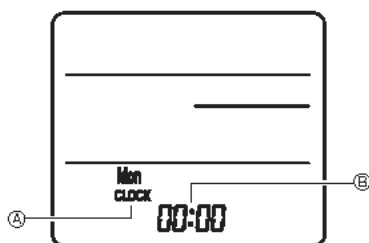

Fig. 7-8
- Pilot zdalnego sterowania: ① Ściana ② Panel wyświetlacza ③ Odbiornik
3) Ustawienia (ustawienie zegara) (Fig. 7-8)